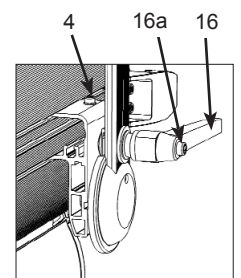

Abb. 3 / fig. 3
- Bei Lieferung befindet sich der Haltebügel (2) in Ausgangsposition (Bügel umschließt Linse).
- Schrauben an der Bügelhalterung (4/Abb.3) beidseitig mit Torx-Schraubendreher Nr. 25 leicht lösen, Bügel bis zur Linsenfassung (14) vorziehen.
- Bügelklemmhebel (16) lockern und Haltebügel nach oben schwenken.
- Zur Einstellung des idealen Schwerpunkts, Haltebügel (2) mittig zur Schwerpunkt-Markierung "Centre" (20) verschieben. Ziehen Sie dann die Schrauben an Bügelhalterung (4) wieder fest.
- Schwenken Sie nun den Haltebügel in die gewünschte Neigeposition. Klemmhebel wieder festziehen. Zur besseren Bedienbarkeit lässt sich die Ausrichtung des Klemmhebels durch Drücken des Knopfs am Klemmhebel (16a/Abb.3) verändern.
- Den Stativzapfen (1) und den Flansch (1a) auf die Bohrung im Haltebügel aufsetzen, Schraube mit Scheibe und Federring ein-drehen und mit Drehmomentschlüssel auf **50 Nm** festziehen. (Bei Fragen kontaktieren Sie bitte die ARRI Service-Werkstätten, siehe Seite 6.)
- On delivery the stirrup (2) is tilted to the front.
- Slightly loosen the screws in the stirrup bearing (4/fig. 3) on both sides with the No. 25 torque wrench and pull it towards the lens door (14).
- Loosen the tilt lock lever (16) and tilt the stirrup upwards.
- In order to position the stirrup at the ideal balance point move it to the center marking (20) on the side of the lamphead. Then tighten the screws at the stirrup bearing (4).
- Tilt the stirrup to the desired angle and tighten the tilt lock lever. For better leverage, press the knob (16a, fig. 3) on the tilt lock lever and turn the lever into the desired position.
- Place the spigot (1) and the flange (1a) onto the boring in the stirrup, insert the screw with washer and spring washer and fasten it with the torque wrench to **50 Nm / 37 foot pounds of torque**. (For questions please contact the ARRI Service centres, see page 6.)